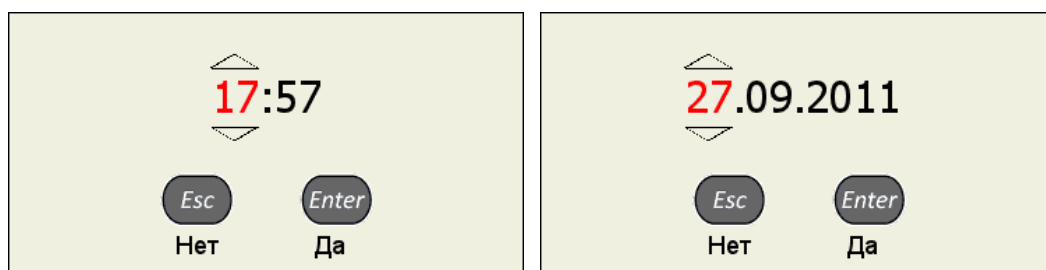

Рисунок 14
- в открывшемся окне редактирования (рисунок 14) клавишами  выбрать разряд для редактирования;